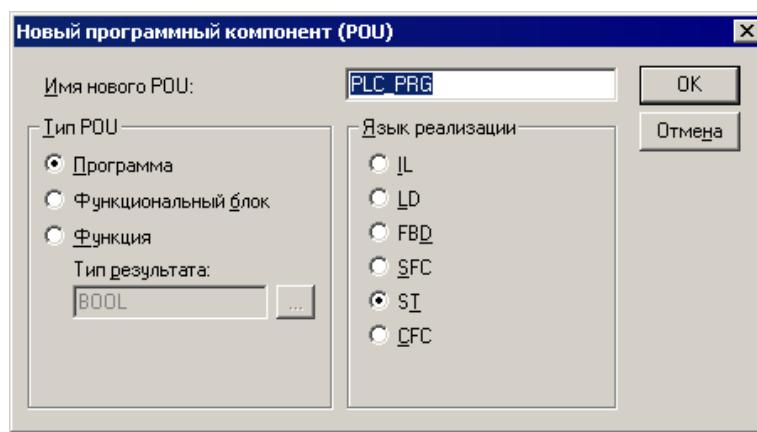

Рисунок 3.6 – Окно «Новый программный компонент (New POU)»
- 6) В открывшемся окне «Новый программный компонент (New POU)» (см. рисунок 3.6), в поле «Имя нового POU (Name of new POU)» – отображается заданное по умолчанию имя новой главной программы проекта (**PLC_PRG**); его не следует изменять. В группе переключателей «Тип POU (Type of POU)» отображается заданный по умолчанию тип новой главной программы проекта (**Программа (Program)**); его также не следует изменять.